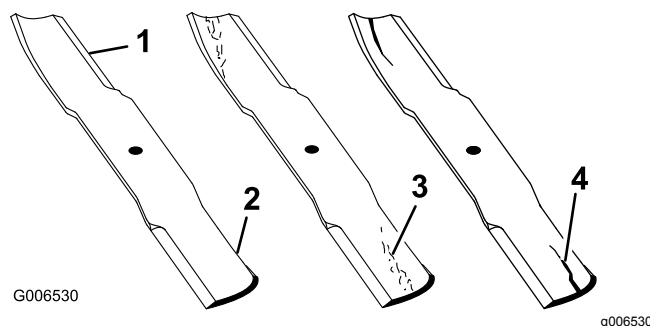

Bild 32
- Prüfen Sie die Schnittkanten des Messers sorgfältig, insbesondere dort, wo die geraden Flächen die gebogenen berühren (Bild 32). Da Sand und anderes reibendes Material das Metall abschleifen kann, das die flachen mit den gebogenen Teilen verbindet, müssen Sie das Messer vor jedem Einsatz der Maschine prüfen. Wenn Sie Abnutzungen (Bild 32) feststellen, tauschen Sie das Messer aus, siehe Entfernen und Einbauen der Messer (Seite 22).
Wenn sich das Messer abwetzen kann, bildet sich ein Schlitz zwischen dem Windflügel und dem flachen Teil des Messers (Bild 32). Zuletzt kann sich ein Stück des Messers lösen und aus dem Gehäuse herausgeschleudert werden. Das kann zu schweren Verletzungen bei Ihnen selbst und Unbeteiligten führen.